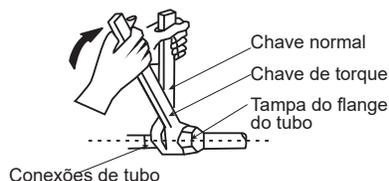

Figura 28
- Use duas chaves quando instalar ou desmontar a tubulação, uma chave comum e uma chave de torque. Consulte a Figura 28.